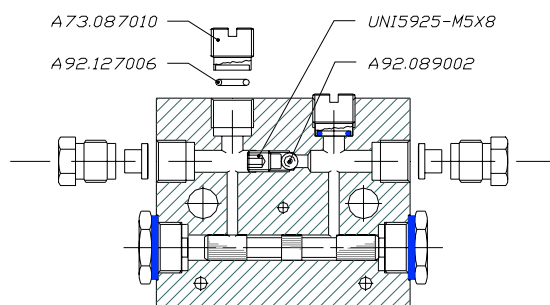
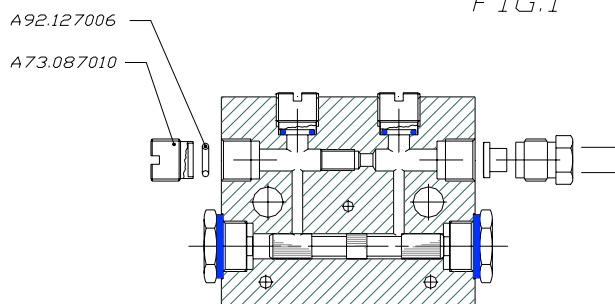

FIG.1
FIG.2
Gli elementi dei distributori progressivi serie DPA sono predisposti per alimentare 1 o 2 uscite. Quando il grano di separazione è inserito (vedi Fig. 1) l'erogazione singola avviene in ambedue le uscite previste. Con il grano non inserito (vedi Fig. 2) l'erogazione, in doppia quantità, avviene in una qualunque delle 4 uscite disponibili. Nel caso si renda necessario chiudere un'uscita che si sarebbe pensato di utilizzare estrarre, oltre al grano separatore, anche la sfera ponendo attenzione ad inserire il tappo di chiusura nell'uscita non più utilizzata. Normalmente gli elementi sono forniti con il grano separatore inserito e le due uscite laterali aperte.
Each piston of the DPA divider is arranged in order to feed 1 or 2 outlets. When the separation dowel is inserted (see Fig. 1), the discharge is carried out in both sides. When the dowel is not inserted (see Fig. 2), the double discharge is carried out in one of the four available outlets. If is necessary to use one outlet extract the sphere, besides the separation dowel and insert a plug in the outlet no more used. Normally the DPA dividers are supplied with the separation dowel inserted and the two outlets open.
Ogni pistone del distributore è predisposto per alimentare 1 o 2 uscite. Quando il grano separatore è inserito (**Fig.1**) l'erogazione del lubrificante avviene in ambedue le uscite laterali. Quando il grano non è inserito (**Fig.2**) l'erogazione del lubrificante avviene in una sola uscita con una portata doppia. Nel caso si renda necessario chiudere un'uscita che si pensava di utilizzare, estrarre oltre al grano (UNI5925-M5x8) anche la sfera (A92.089002), ponendo attenzione ad inserire il tappo di chiusura (A73.087010 + A92.127006) nell'uscita non più utilizzata, la medesima procedura è valida anche nel caso contrario dove si rende necessario ridurre il numero delle uscite, bisognerà quindi estrarre il tappo di chiusura ed in serie il grano separatore con la relativa sfera. Normalmente i distributori sono forniti con il grano separatore inserito e le due uscite laterali aperte.
*Each divider piston is arranged in order to feed 1 or 2 outlets. When the separation dowel is inserted (see Fig.1), the discharge is carried out in both sides. When the dowel is not inserted (see Fig. 2), the double discharge is carried out in one of the two available outlets. If it is necessary to use one outlet extract the sphere (A92.089002), besides the separation dowel (UNI5925-M5x8)) and insert a plug (A73.087010 + A92.127006) in the outlet no more used. The dividers are supplied with the separation dowel inserted and the two outlets open as standard.*